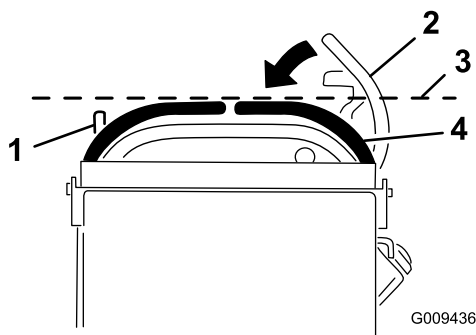

Figure 64
3. Abaissez le levier de commande de déplacement droit hors de la position de BLOCAGE DU POINT MORT (Figure 64).
4. Vérifiez si le levier de commande de déplacement droit s'aligne horizontalement sur le levier de commande de déplacement gauche (Figure 64).